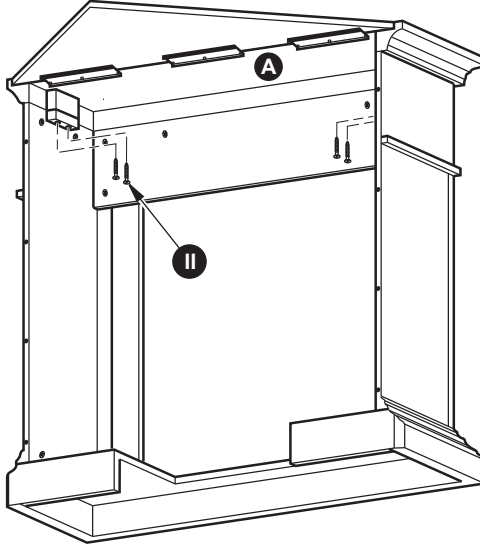

Figura 37
10. Fije los soportes de apoyo de madera unidos a la parte superior del montaje de la repisa a la parte superior (A) con 4) ST4 Tornillo $1 \frac{9}{16}$ " (II) como se muestra en la Figura 37.